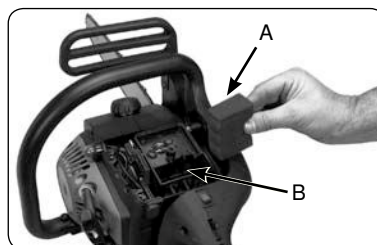

Рис. 18
1. Снимите крышку (9), отвинтив винты, которые ее закрепляют. Крышка поднимется.
2. Вытащите воздушный фильтр (А) из его коробки (В) (Рис. 18).